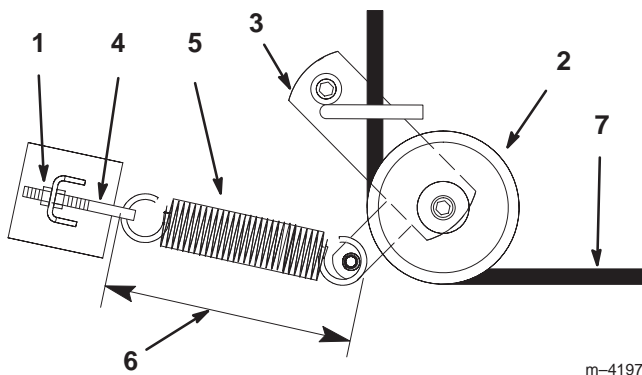
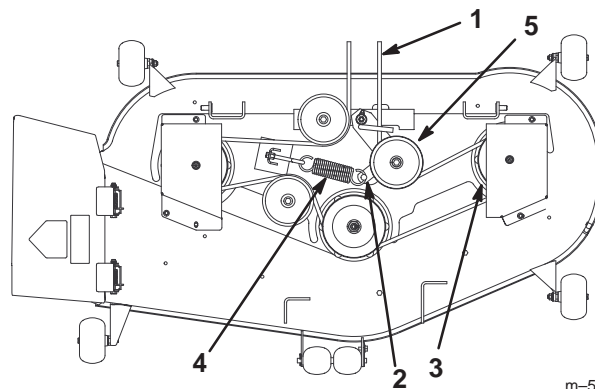

Figure 44
Figure 45
4. Desserrez suffisamment l'écrou extérieur sur le boulon à œil du ressort (Fig. 44) pour pouvoir déposer la courroie.
5. Déposez la courroie. Commencez à la poulie extérieure et tournez la courroie pour la déposer (Fig. 45).
6. Faites passer la courroie neuve dans le bras de tension (Fig. 44) et sur les autres poulies (Fig. 45).
7. Serrez l'écrou extérieur sur le boulon à œil du ressort (Fig. 44).
Remarque : Vérifiez la longueur du ressort. Il doit mesurer 238 mm ± 3 mm (9-3/8\" ± 1/8") lorsqu'il est installé à la hauteur de coupe de 38 mm (1-1/2"). Procédez à un réglage si la longueur n'est pas correcte (Fig. 44).